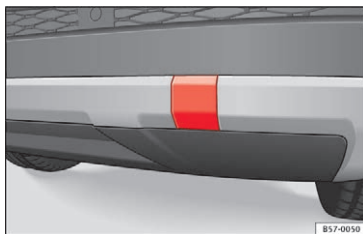

Fig. 98 I højre side af den bageste stødfanger: fjernelse af afdækning
Slæbøjlet skal skrues i holderen, der er placeret bag en afdækning i højre side af den bageste stødfanger » **Fig. 98**. De biler, der som standard er udstyret med et anhængertræk, har **ikke** en holder til slæbøjlet. I dette tilfælde skal kuglehovedet trækkes ud eller monteres i forbindelse med bugsering » **Side 257**, » **⚠**.
- Tryk på det øverste område af afdækningen » **Fig. 98**, og clips den ud.